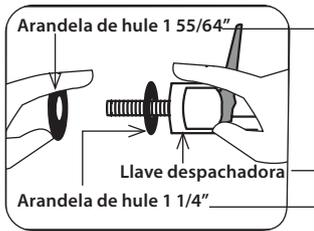

Fig. 6
3. Separar las piezas a colocar bajo la tarja*. (Ver Fig. 6).